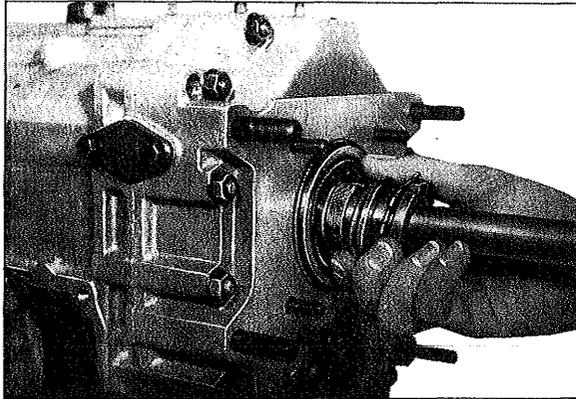

Fig. 49
6. Poser la partie avant (101) du carter. Introduire alors les tiges d'enclenchement dans les pièces de guidage (620 ou 626 et 621 ou 625) en les faisant glisser. Les deux déflecteurs en tôle (619) viennent s'engager dans les encoches des parties du carter. Visser les écrous (102) en intercalant les rondelles élastiques (103) sur les goujons prisonniers et les serrer légèrement. Enfoncer les goupilles cylindriques (116). Serrer les écrous (102) à un couple de 20 à 25 N.m (2,0 à 2,5 kg.m).
Engager les joncs d'arrêt (206 et 431) dans les gorges des roulements à billes (207 et 430). Emmancher ces deux roulements à billes à force dans les alésages correspondants du carter. Faire glisser la bague intérieure du roulement à billes, la tôle d'arrêt (205) et l'écrou à rainures (204) sur l'arbre menant (fig. 49). Visser l'écrou à rainures sur le filetage (pas à gauche) et le serrer avec l'outil „6“. Couple de serrage 180 à 220 N.m (18 à 22 kg.m) En même temps, engager 2 vitesses. Rabattre une patte de la tôle d'arrêt dans la rainure correspondante de l'écrou à rainures.